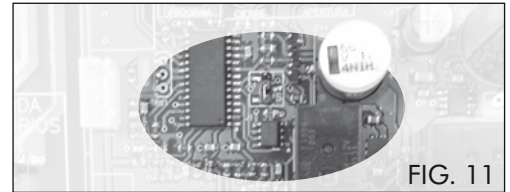

FIG. 11
4.1. El Cuadro de Control **CLAS 25** ordena el arranque de la maniobra de la puerta a una velocidad lenta que va aumentando progresivamente hasta alcanzar la velocidad normal de recorrido. Para ello es necesario retirar el puente J1 (ver fig. 11).